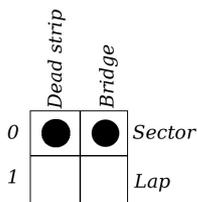

Figura 34: ponte DS sensore di settore, banda morta sensore di settore.
Affinché sia il ponte DS che la banda morta vengano interpretati dalla *Track Interface* come sensori di settore, è necessario settare il doppio *switch* (5) come mostrato nella figura 34.